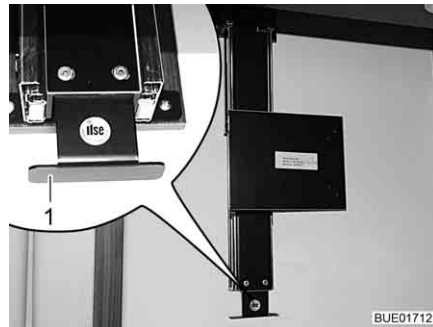

Fig. 64 Support derrière le meuble haut
- Tirer la rallonge jusqu'en butée vers le bas à l'aide de la poignée (Fig. 64,1).